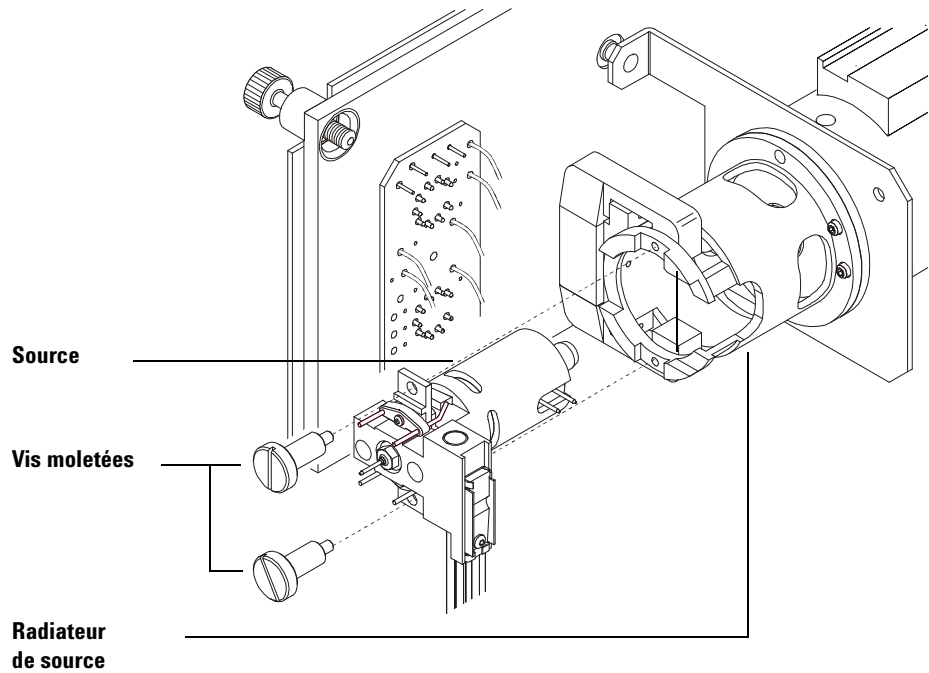

Figure 29 Repose de la source EI
- 1 Glisser la source dans le radiateur (Figure 29).